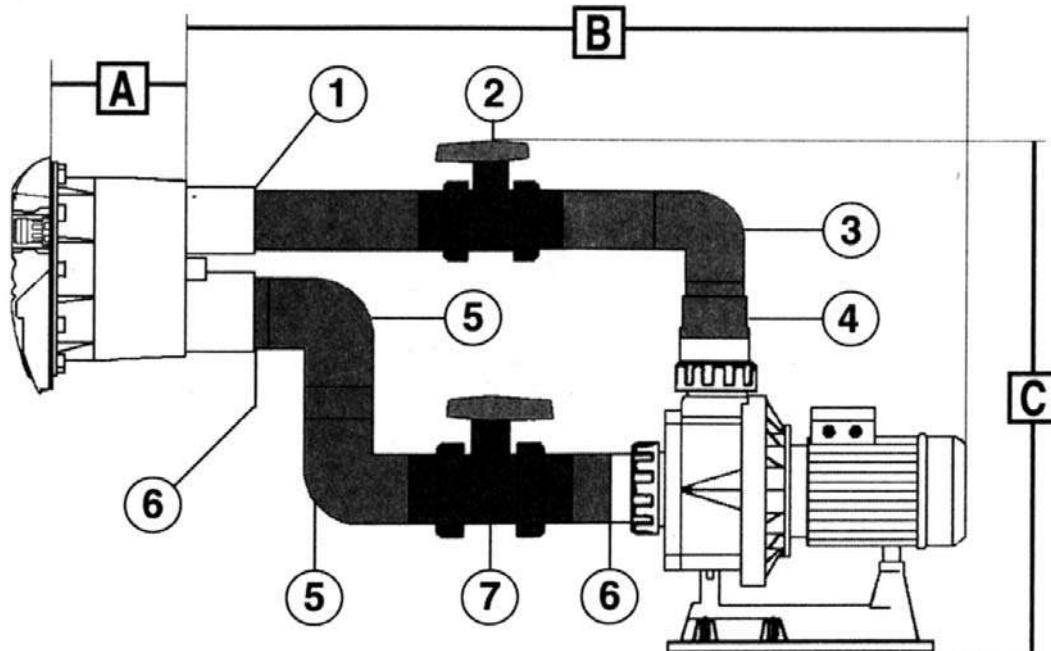

Рис. 6
- приклейте переходную втулку 75x63 мм (№1, рис.6) к сливному отверстию ниши (см. рис.6).
- приклейте трубу 63 мм к переходной втулке (№1, рис.6)
- приклейте клапан 63 мм (№2, рис.6) к трубе 63 мм.
- приклейте трубу 63 мм к трубе 63 мм (№2, рис.6).
- приклейте патрубок 63 мм (№3, рис. 6) к трубе 63 мм
- приклейте трубу 63 мм к патрубку (№3, рис.6)
- приклейте коническую переходную муфту 90/75/63 мм (№4, рис.6) к трубе 63 мм и соединительному элементу насоса (90 мм).
- приклейте переходную втулку 90x75 мм (№6, рис.6) к всасывающему отверстию ниши (см. рис.6).
- используя трубу 75 мм, приклейте патрубок 75 мм (№5, рис.6) к переходной втулке (№6, рис.6)
- используя трубу 75 мм, соедините другой патрубок 75 мм (№5, рис.6) к уже приклленному патрубку (рис.6).
- приклейте клапан 75 мм (№7, рис.6) к патрубку (№5, рис.6), используя для соединения трубу 75 мм.
- приклейте трубу 75 мм к клапану (№7, рис.6)
- приклейте переходную втулку 90x75мм (№6, рис.6) к трубе 75 мм и соединительному элементу насоса (90 мм).